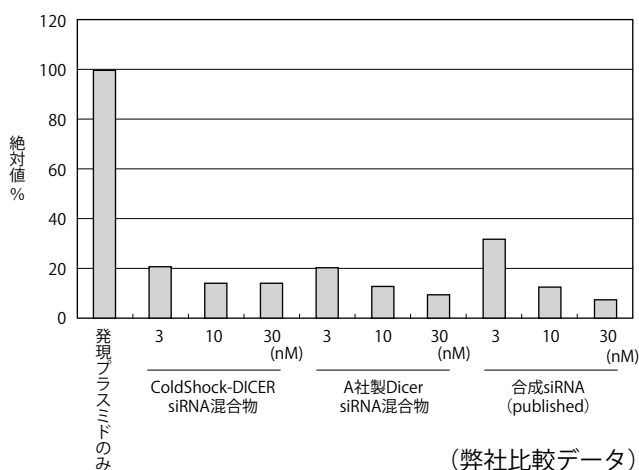

図 4. ColdShock-DICER 分解物のホタルルシフェラーゼ発現量に与える影響 (A 社製 Dicer 分解物、合成 siRNA との比較)
- 293 細胞を用いてルシフェラーゼをターゲットとした RNAi 効果を調べた。なお、対照には A 社製 Dicer 分解物と合成 siRNA を用いた (図 4)。